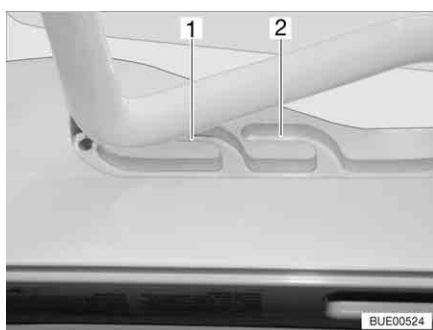
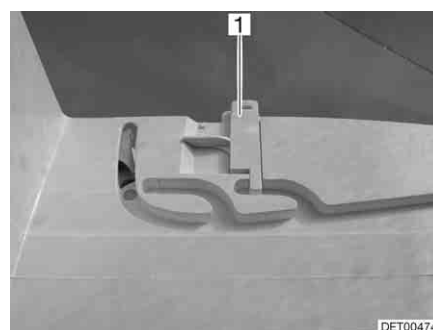

Fig. 98 Oblò Heki in posizione di ricircolo d'aria
Fig. 99 Bloccaggio della posizione di ricircolo d'aria
È possibile portare l'oblò Heki in due posizioni di ricircolo d'aria: Posizione brutto tempo (Fig. 98,1) e posizione centrale (Fig. 98,2). A seconda del modello, l'oblò può essere bloccato sulla posizione centrale del suo telaio con i due chiavistelli (Fig. 99,1) di sinistra e destra.
- Premere la staffa leggermente verso l'alto, spingerla nella guida selezionata (Fig. 98,1 o 2) ed eventualmente bloccarla.